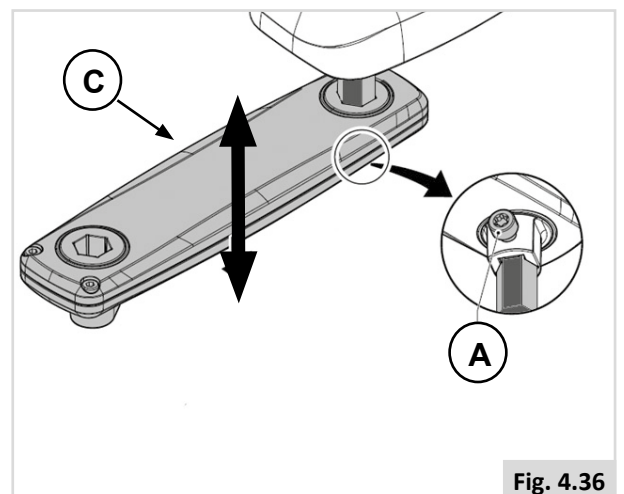

Fig. 4.36
Preconfiguración de la altura del mando de control (1) (Fig. 4.36).
1. Afloje (A).
2. Deslice (C) hacia la posición deseada.
3. Apriete (A).